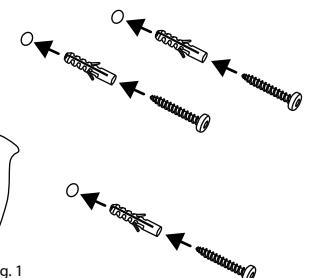

Fig. 2
② Insérez les chevilles fournies dans les trous et vissez-y les vis également incluses (Fig. 2).